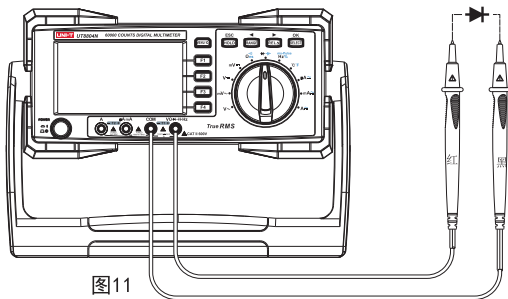

图11
- (1) 将红表笔插入" $\rightarrow|$ "插孔, 黑表笔插入"COM"插孔。红表笔极性为"+", 黑表笔极性为"-"。
- (2) 将仪表的旋转开关转到" $\rightarrow|$ "测量档, 按SELECT键选择二极管测量档 $\rightarrow|$, 如图11, 将表笔并联到被测二极管二端上。从显示器上直接读取被测二极管的近似正向PN结电压。